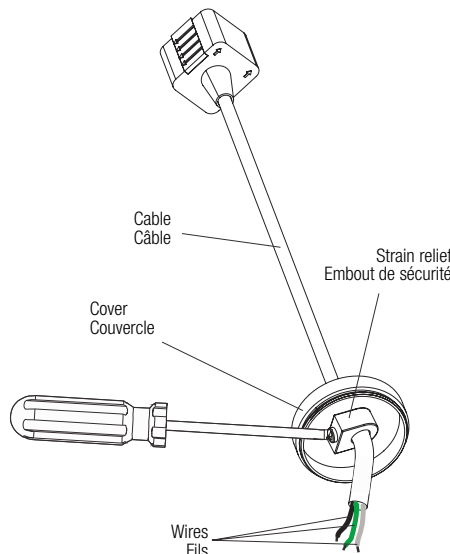

Fig. 3b
2. Adjust the power cable length if needed. Slide the strain relief by unscrewing the screw and cut the power cable at desired length. Fasten the power cable on the cover using the strain relief (screw the strain relief screw to lock the power cable)(Fig. 3b). Connect the quick connectors between cylinder module and mounting kit wires.
2. Ajustez la longueur du câble d'alimentation si nécessaire. Faites glisser le serre-câble en dévissant la vis et coupez le câble d'alimentation à la longueur souhaitée. Fixez le câble d'alimentation sur le couvercle à l'aide du serre-câble (vissez la vis du serre-câble pour verrouiller le câble d'alimentation) (Fig. 3b). Connectez les connecteurs rapides entre le module cylindrique et les fils du kit de montage.